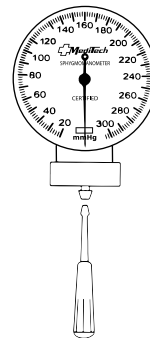

Рисунок 10
- вставьте прилагаемую к прибору отвертку в штуцер манометра (Рисунок 10);